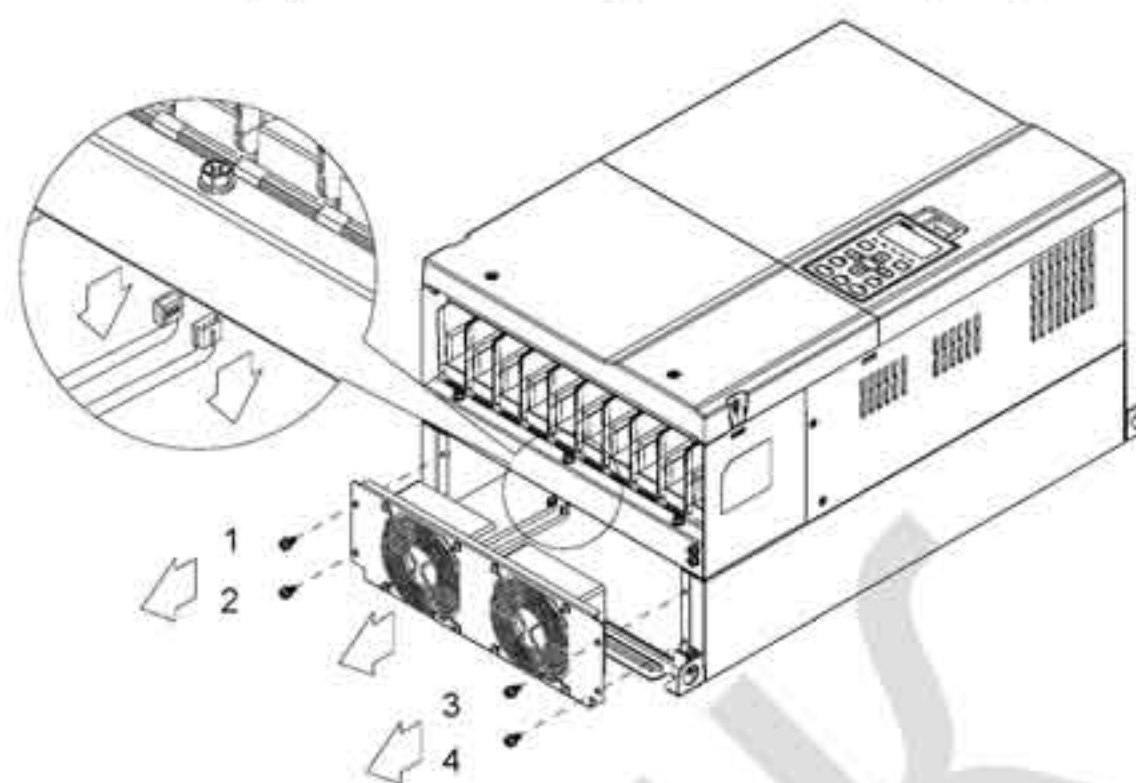

Рис. 4
4. (Рис. 4) Выкрутите винты. Усилие откручивания: 24~26 кг\*см (20.8~25.6in-lbf).